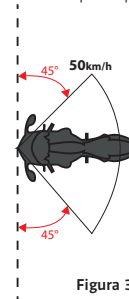

Figura 3
Il Sistema Tech-Air® 3 dovrebbe gonfiarsi e proteggere prima che le aree coperte del corpo dell'utente entrino in contatto con un ostacolo, nelle Collisioni in cui una motocicletta colpisce un Veicolo o un Ostacolo (Figura 3), in base alle seguenti condizioni:
**IMPORTANTE!** La Figura 3 delinea l'Involucro di Protezione in cui si prevede che il sistema Tech-Air® 3 si gonfi prima che il corpo dell'utente entri in contatto con un ostacolo. A velocità superiori a 50 km/h (31 mph) o al di fuori dell'angolo dichiarato, si prevede che il Sistema si attivi ugualmente, tuttavia, al di fuori dell'Involucro di Protezione, il Sistema potrebbe non essere completamente gonfiato prima del contatto tra l'ostacolo e le aree coperte dell'utente.